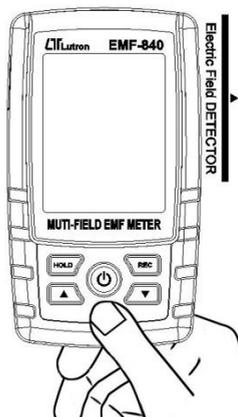

Figura 2.
* Según la dirección indicada del sensor de campo eléctrico para realizar la prueba, consulte la figura 2.